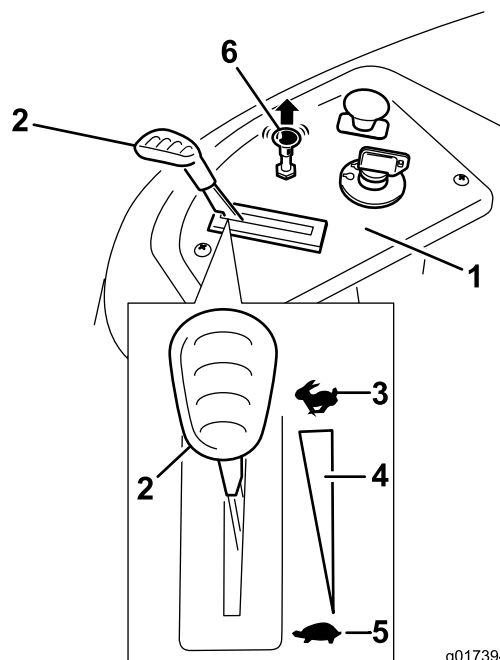

Figure 13
3. Tirez sur la commande de starter pour démarrer un moteur à froid (Figure 13).
2. Placez la manette d'accélérateur en position Haut régime (Figure 13).